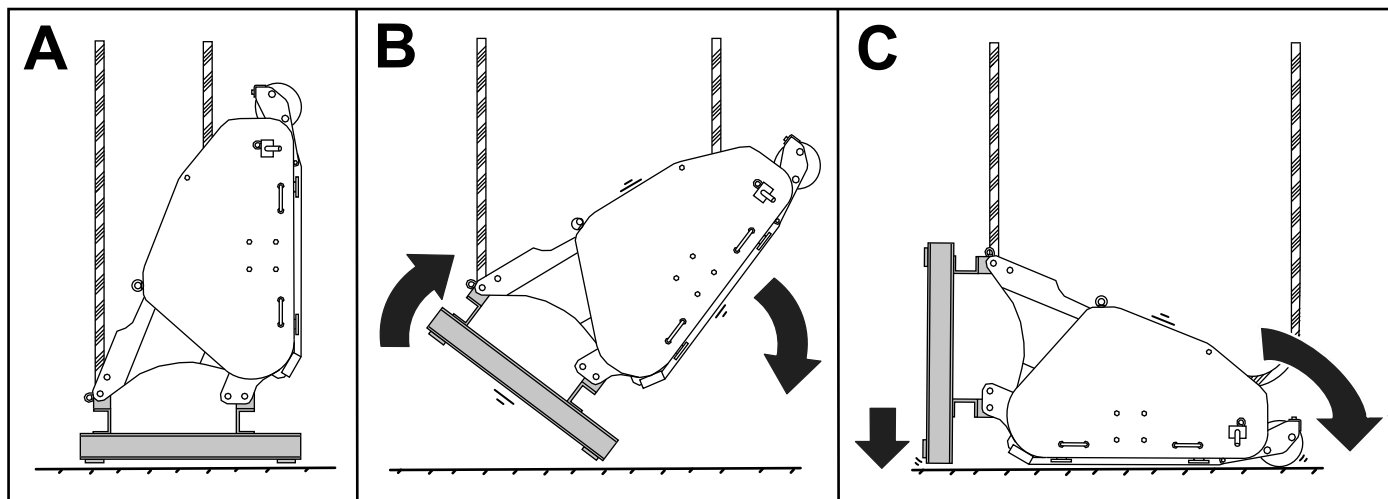

Figure 3
3. Abaissez l'accessoire doucement et de manière contrôlée, comme montré à la Figure 3, jusqu'à ce qu'il soit posé sur le sol.